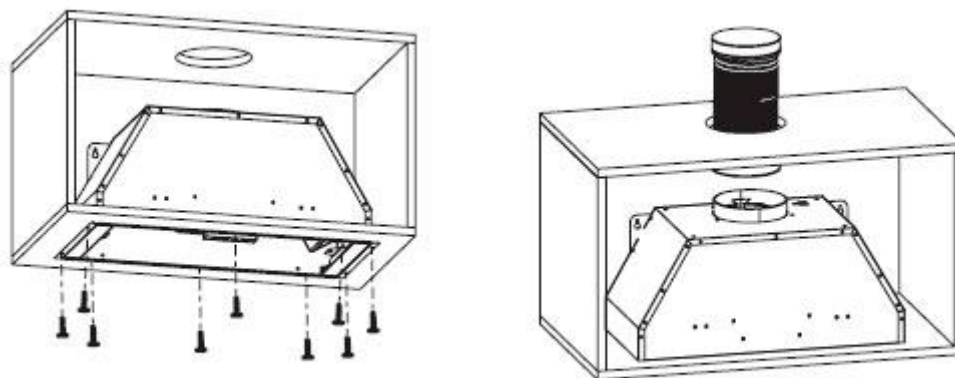

Рис. 7
5. Закрепите корпус в нижней части шкафа с помощью 10 винтов ST4*14 мм. Смотрите рис. 7.